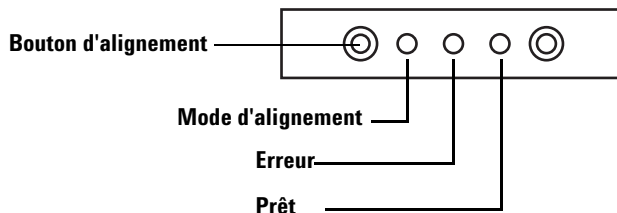

Figure 78 Alignement du porte-échantillons
- 1 A l'aide d'un objet long et fin (la pointe d'un stylo par exemple), enfoncez le bouton d'alignement situé à gauche des voyants. Faites attention de ne pas trop enfoncer le bouton renforcé (voir Figure 78).